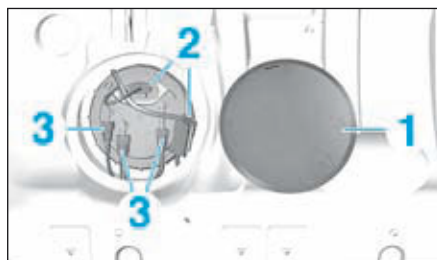

FIG.32
- Déposer la trappe d'accès (1) à la jauge à carburant (Fig.32).